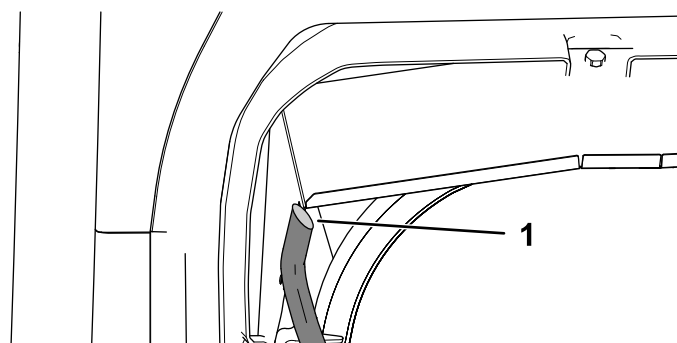

Figura 44
7. Pince cada extremo del tubo transparente y córtelo en un ángulo de 45° (Figura 44).
8. Alinee el tubo transparente con la parte inferior de la canaleta de agua, de modo que la parte superior del ángulo esté fuera de la máquina e instálelo (Figura 44).